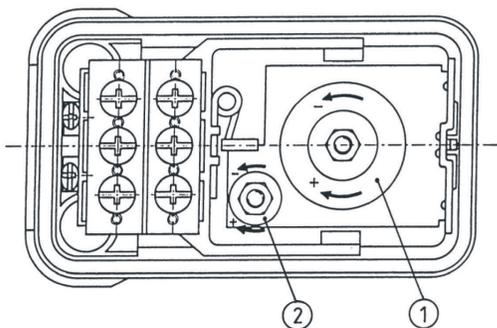

Рис.2
- Установить требуемое давление поворотом гайки (рис. 2).
- Проверить давление выключения на манометре и корректировать его, если требуется, поворотом гайки (рис.2, поз.1).
- Давление включения устанавливается регулировочной гайкой (рис.2, поз.2).